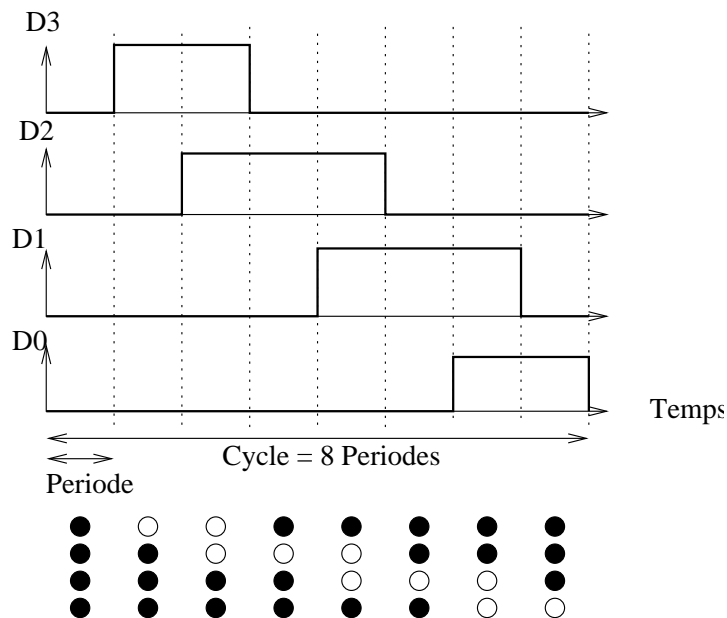

FIG. .2 – Chronogramme de commande des leds
- L'ensemble du cycle sera stocké dans un tableau, par exemple pour le chronogramme de la figure 2 on pourra initialiser le tableau ainsi :